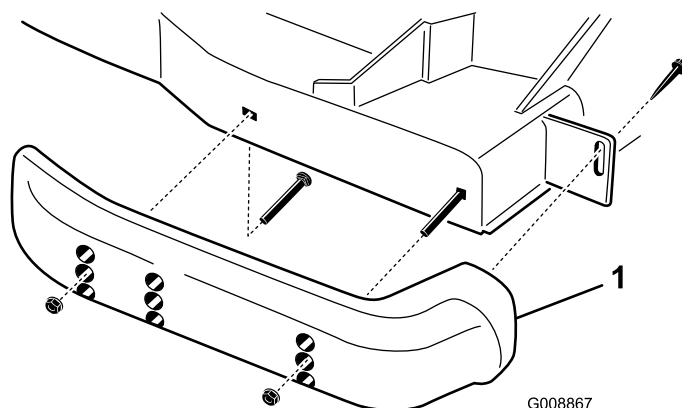

Bild 29
- Lösen Sie die Schraube vorne an jeder Kufe (Bild 29).
- Nehmen Sie die Bundbolzen und Muttern von jeder Kufe ab (Bild 29).